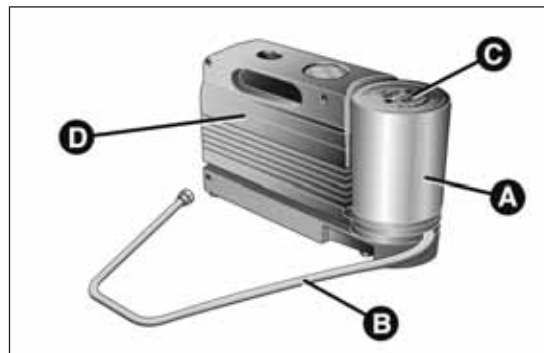

fig. 23
- ☐ una bombona aerosol A fig. 23 con líquido sellador, dotada de: